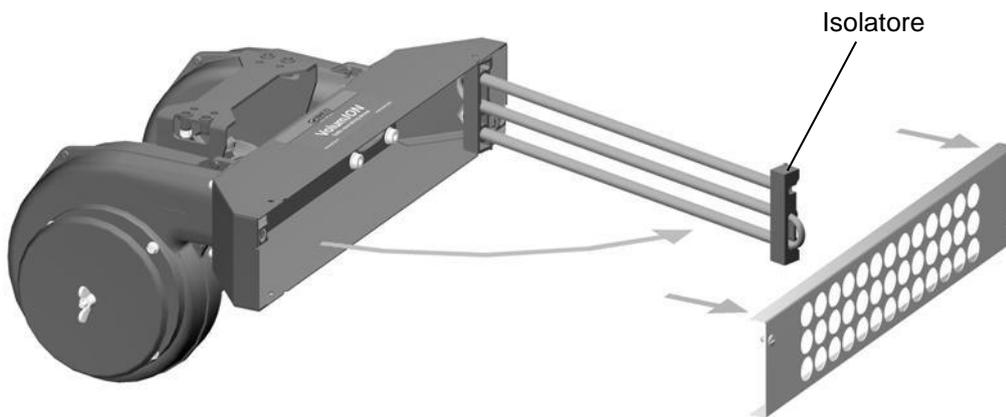

Figura 8: Apertura barre antistatiche
- Ruotate con cautela le barre antistatiche fuori dal condotto aria tirando l'isolatore come da figura 8. Il terminale del cavo di alta tensione deve rimanere nel condotto durante il processo.